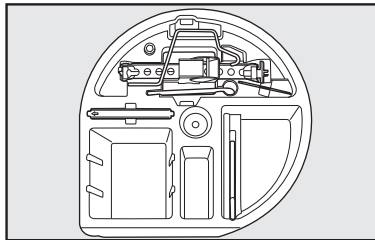

fig. 22
- Guarde las herramientas, encajándolas en los alojamientos específicos **fig. 22**.